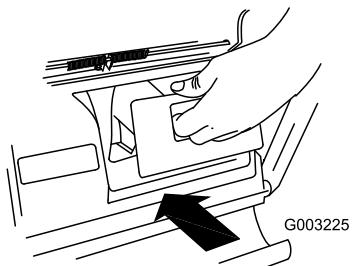

Figura 33
**Importante:** Asegúrese de que el tapón de descarga trasera está colocado antes de reciclar los recortes (Figura 33).